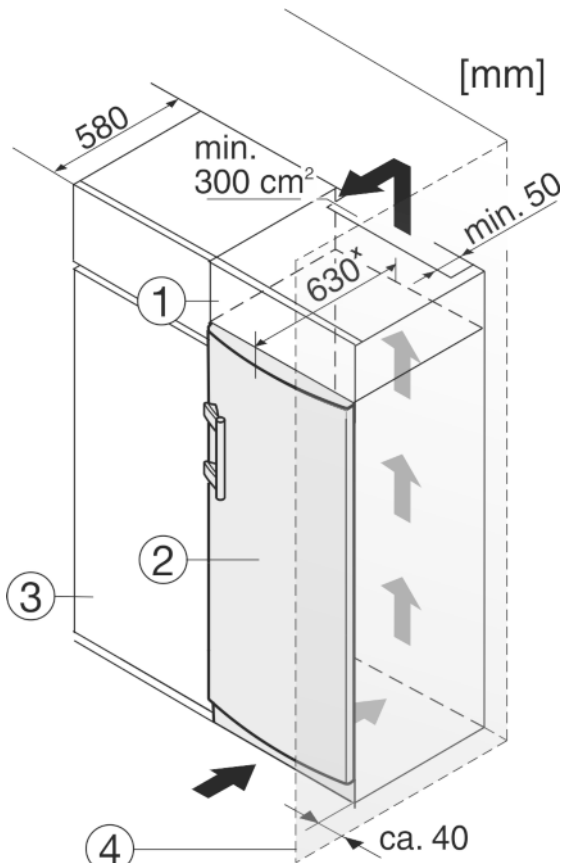

Fig. 10
Устройство может быть окружено кухонными шкафами. Чтобы уравнять устройство Fig. 10 (2) по высоте с кухонной стенкой, можно установить над устройством дополнительный шкафчик Fig. 10 (1).
При комбинировании с кухонными шкафами (глубина макс. 580 мм) устройство можно установить непосредственно рядом с кухонным шкафом Fig. 10 (3). Устройство выступает сбоку на 34 мм \* и по центру на 50 мм \* относительно передней стенки кухонного шкафа.
Если устройство установлено на шарнирах у стены Fig. 10 (4), то расстояние между устройством и стеной должно быть не менее 40 мм. Настолько выступает ручка при открытой двери.